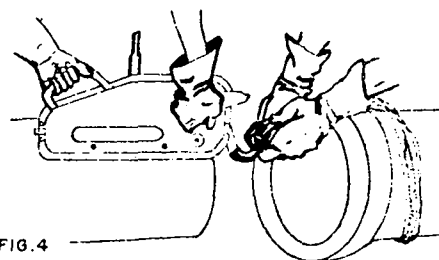

FIG. 4
- a) Prenda o gancho do tirfor no cabo de aço (fig. 4).